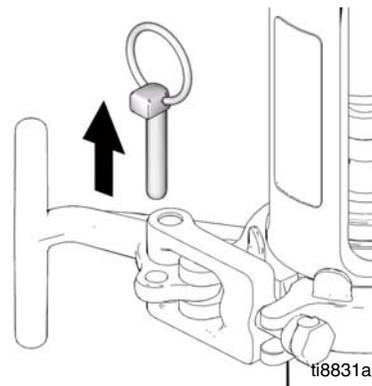

FIG. 17
7. (Fig. 17) Retire el pasador.